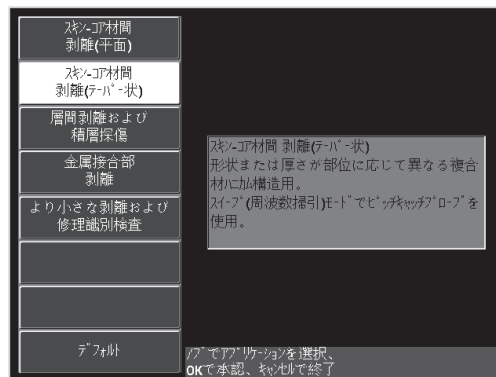

図 6-56 Skin To Core Disbonds (Tapered) (スキン - コア間剥離 (テーパ状)) アプリケーション
3. **Skin To Core Disbonds (Tapered)** (スキン - コア間剥離 (テーパ状)) アプリケーションを選択し、 を押して受け入れます (173 ページの図 6-56 参照)。